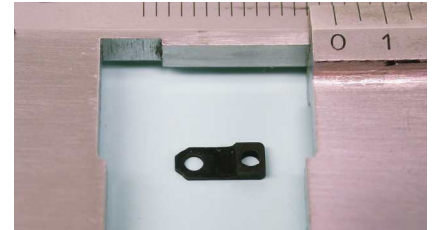

Bild 1: die Lok / Tenderkurzkupplung für die BR 50
1. Das Produkt ist in Bild 1 zu sehen. Diese Anleitung ist Bestandteil des Produktes. Bitte bewahren Sie diese gut auf.